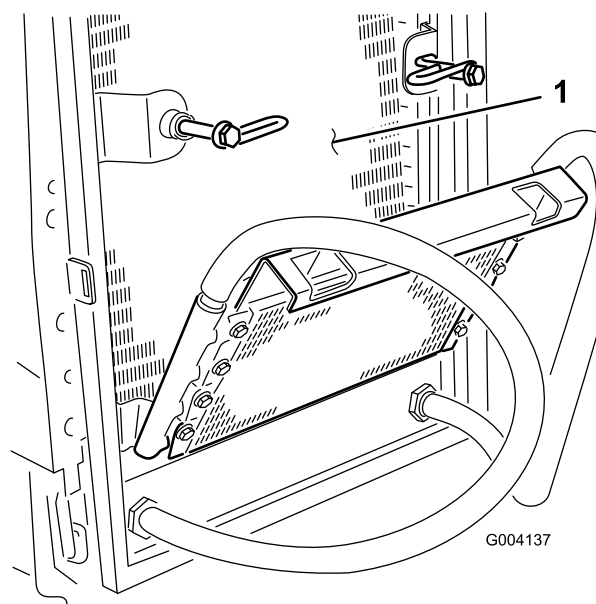

図 71
6. オイル・クーラとラジエターの裏表を（図 71）圧縮空気ですて丁寧に清掃する。